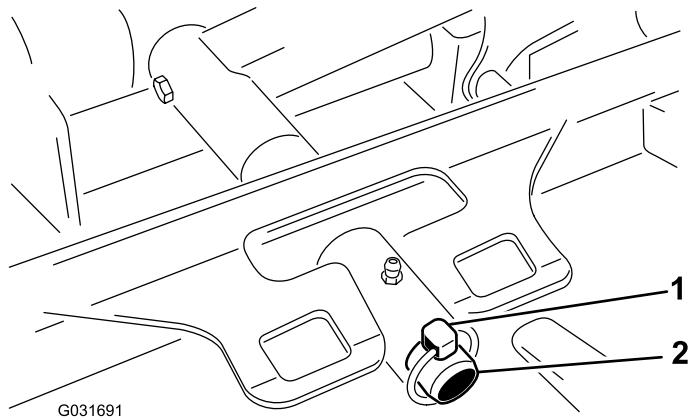

Figura 102
3. Retire el pasador de seguridad que sujetta el bastidor de tiro de la carcasa a la barra de giro del brazo de elevación (Figura 102).
- Desplace el bastidor de tiro de la carcasa sobre la barra de giro del brazo de elevación y fíjelo con el pasador de seguridad (Figura 102).